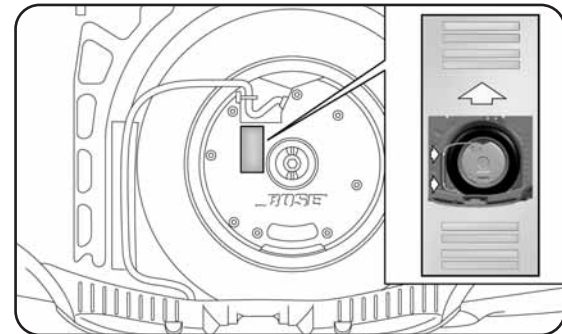

fig. 9
- replacer le boîtier dans son logement et y appuyer le Subwoofer, en veillant à le positionner suivant les indications gravées sur le boîtier (fig. 9) de manière à ce que la flèche sur l'entretoise soit dirigée vers le sens de marche de la voiture ;